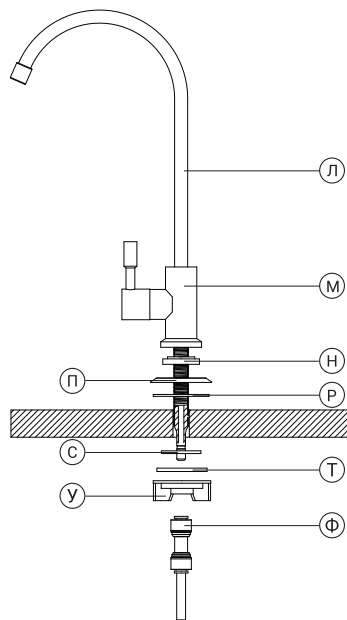

Рис. 13
2. Произведите монтаж крана (рис. 13) в следующей последовательности:
5. Свободный конец синей трубки 1/4", идущей от выхода постфильтра, подключите к фитингу 1/4" (Ф) (рис. 13) из комплекта поставки (см. раздел «Присоединение трубок» (стр. 9)).
6. Фитинг 1/4" вместе с установленной в него трубкой подключите к штоку крана чистой воды (см. раздел «Присоединение трубок» (стр. 9) и рис. 13).